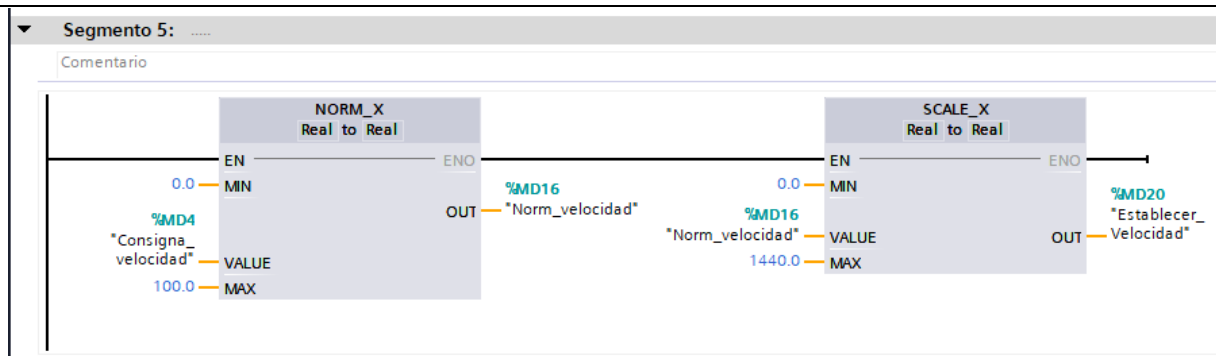

Figura 34. Configuración segmento 5.
- En el quinto segmento se configurará un bloque “NORM_X” y “SCALE_X” con el objetivo de configurar la velocidad de funcionamiento del motor (ver Figura 34).